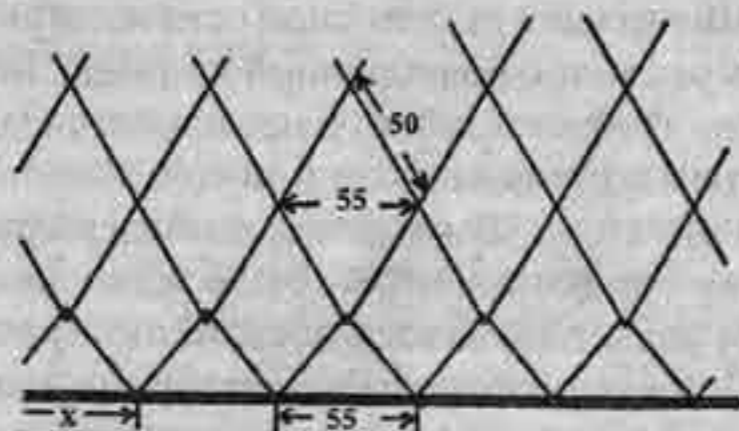

Рис. 12. Расстояние между узлами для сети с шагом ячеи 50 мм
Длина сети определяется внутренним размером ромба, который в свою очередь определяется значением посадочного коэффициента (ПК). Внутренний размер ромба (X) есть расстояние между двумя узлами на подборе (см. рис. 12).